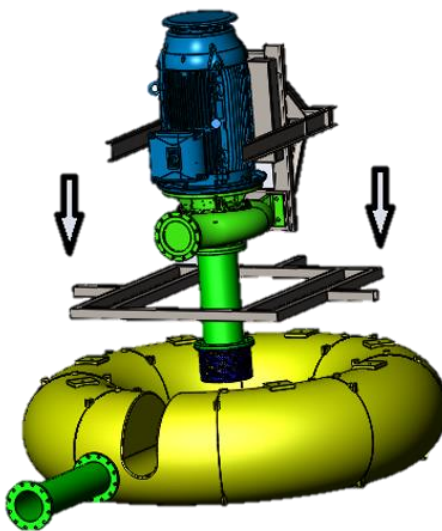

Figura 5 - Conjunto Motobomba-Base para fixação na Plataforma
- Com o conjunto Motobomba já fixado na base, posicionar a base no centro do Flutuante e da plataforma, fixar os grampos para prendê-la (Figura 5).